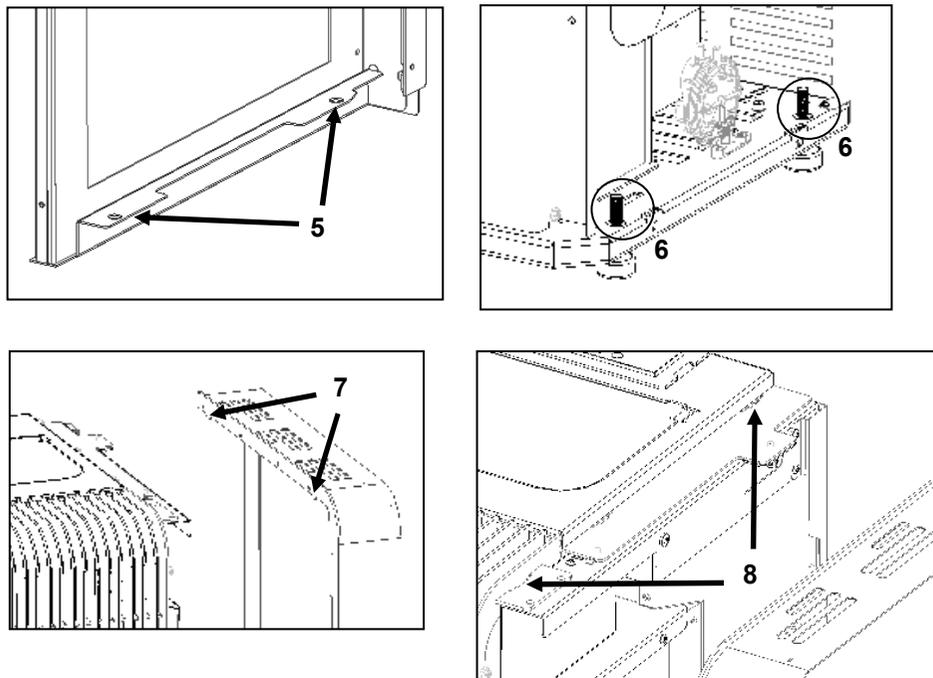

Figura 40 – Posizionamento del Aspen circostante
h) Nell'apparecchiatura Aspen primo impegnano fori inferiori del coperchi laterali 5, 6 nelle guide che sono sulla macchina inferiore poi verso il basso per adattarsi ai supporti 7 nelle asole 8, come mostrato in Figura 40.